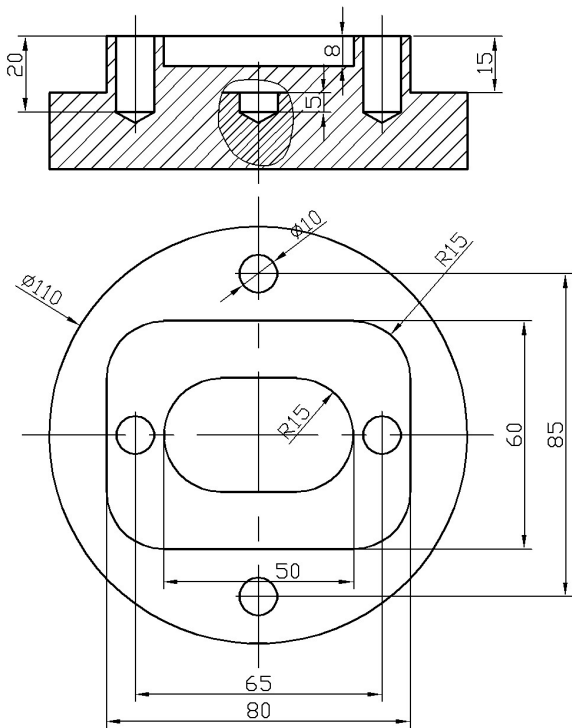

图 1: 工艺分析题
43、在数控机床上加工如图 1所示的零件，试完成工件坐标系的设定，刀具的选择，切削用量的选择，最后填写好加工工序表，并在图上画出走刀路径。